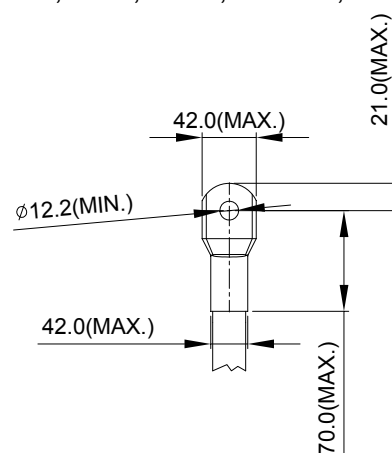

Рис. 3
- На рис. 3 и Рис. 4 дана спецификация термоусадочной трубки в соответствие с UL (600С, YDPU2).